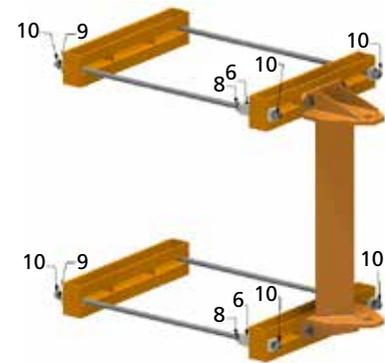

Abb.42
8. Die hinteren Klemmmuttern 9 der Zugstangen mit einem Drehmomentschlüssel anziehen, wobei die Anzugsmomente (siehe Tabelle auf S. 17) entsprechend dem Durchmesser der Zugstangen anzuwenden sind, und anschließend mit den entsprechenden Sicherungsmuttern 10 gegen Losdrehen sichern. (Abb. 42).